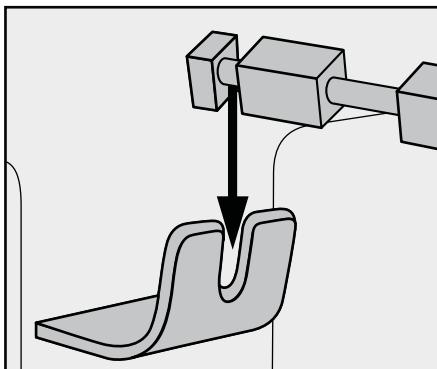

Fig. 2 : Poser le tournebroche **16** dans le logement du tournebroche **9**
- Posez ensuite l'autre extrémité du tournebroche **16** avec la rainure profonde dans le logement du tournebroche **9** (fig. 2):